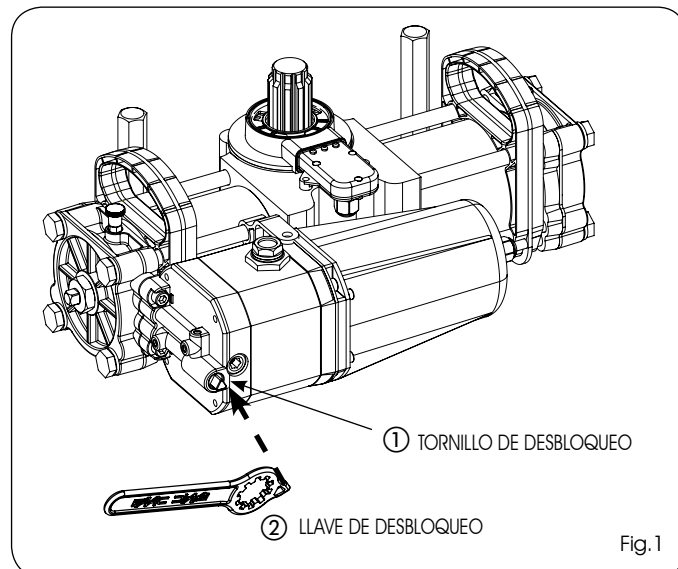

Fig.1
- 2) Manipule el tornillo de desbloqueo (Fig.1 ref.①), introduciendo en el mismo la ranura triangular de la llave suministrada en dotación (Fig.1 ref.②):